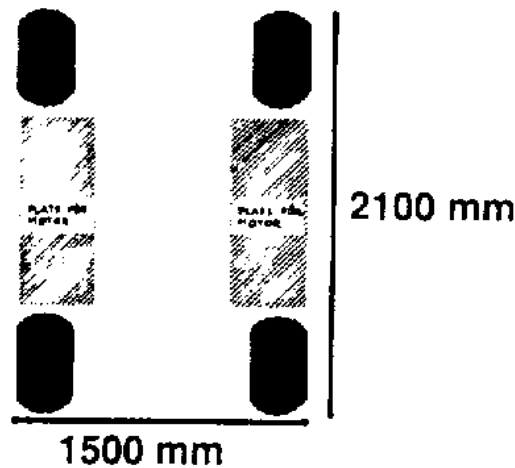

Fig. 6. Alternativ motorplacering (streckade fält). Max-mått bredd och längd
- Vevhuset med, växellådan integrerad, ska härstamma från en serietillverkad motorcykelmotor eller ATV och ska finnas att köpa inom NEZ-zonen. Ingen motor får vara nyare än det år som tävlingarna ingår i. Motorn ska placeras på höger eller vänster sida om föraren. (Se Fig. 6)